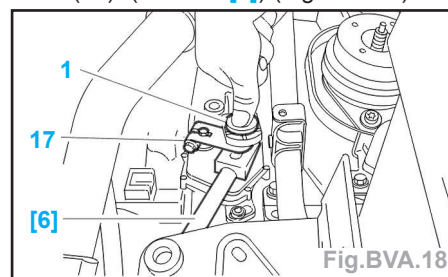

Fig. BVA.18
Impératif : pour clipper la rotule (1), mettre une butée sous le levier de sélection (17) (ex. outil [6]) (Fig. BVA.18).